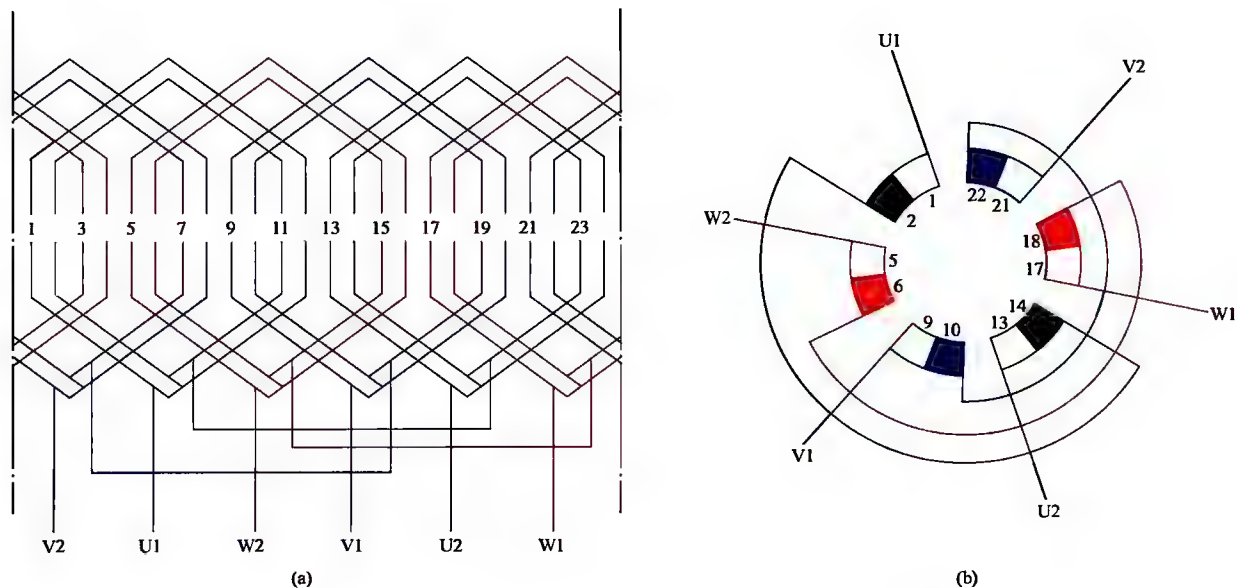

图 1-5 三相 2 极 24 槽单层同心式绕组 1 路接法
5. 三相 2 极 24 槽单层同心式绕组 1 路接法展开图与接线圆图 (见图 1-5)